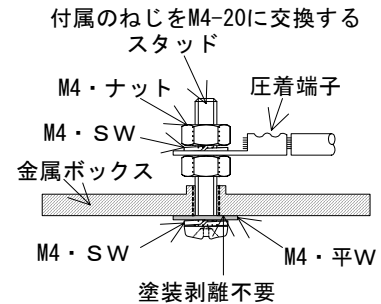

図 2-2
- (j) 金属ボックスの接地はボックス外側から締付けている既存の接地用ねじを取外し、新たにM4-20のねじを接地スタッドして取付ける。この時のボックス表面の塗装は剥離しなくてもよい。図 2-2 参照
- (k) コントロールボックス内の端子台から金属ボックスへの接地線の接続は、金属ボックス内側の(j)項目で設けた接地スタッドに接続すること。図 2-2 参照
- ① 補助継電器 (MY4-D)、限時継電器 (H3Y-2)、フロートなしスイッチ (61F-GP-N) については、平行 2 本以上の場合で、補助継電器、限時継電器、フロートなしスイッチ 1 個につき最大片側 1 箇所のみとし、1 本の場合には切り欠きを不可とする。
- ② 端子台は端子台幅+両端から 5mm までの切り欠きを可とし、それ以上は不可とする。
- ③ (H3CR-A) については、平行 2 本以上の場合で、最大片側 2 箇所のみ可とする。
- ④ 束線の場合は電線の本数が 4 本までは切欠き不可とする。